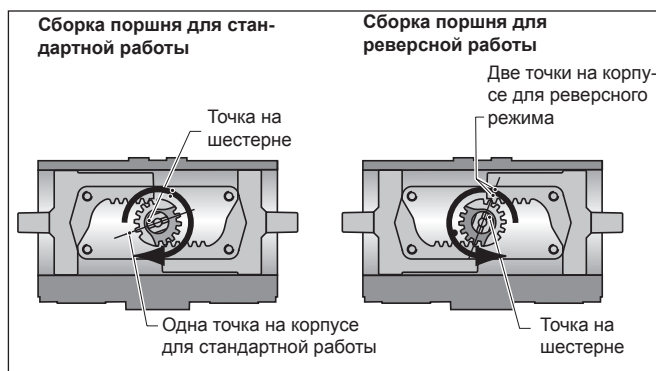

Рис. 6 Регулировка шестерни
Стандартное вращение - по часовой стрелке, при перемещении поршней в направлении друг к другу (если смотреть сверху, прорезь находится в верхней части шестерни, см. рис. 6).
### 10.3.1 Вращение по часовой стрелке (поршни перемещаются внутрь, см. рис. 6).
- 7 Слегка смажьте смазкой все пазы поршня, корпуса механизма и уплотнительные кольца поршня (4), и установите на поршень уплотнительные кольца (4) и кольцо для компенсации износа (3).
- 8 Установите корпус подшипника (10) на заднюю часть поршня.
- ### 10.3.2 Вращение против часовой стрелки (поршни перемещаются внутрь, рис. 6).
- Пропустите соответствующий стержень съемника HYTORK через торцевую крышку (рис. 6) и винтите их:
- в моделях XL 26 - XL681 в поршни (20)
- После установки торцевых крышек на место и правильной установки SAFEKEY снимите съемники HYTORK и замените уплотнительные болты (28) и уплотнения (29).